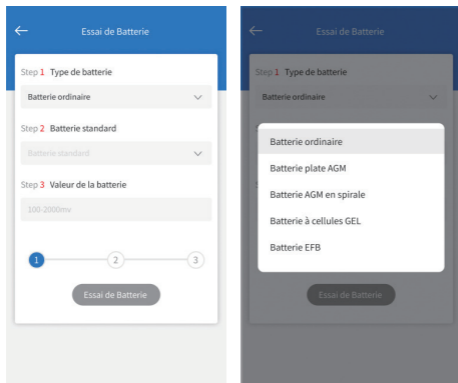

Figure 4.1.1
2. Sélectionnez le type de batterie correspondant (voir figure 4.1.1). Le type de batterie spécifique est généralement indiqué sur l'étiquette de la batterie.